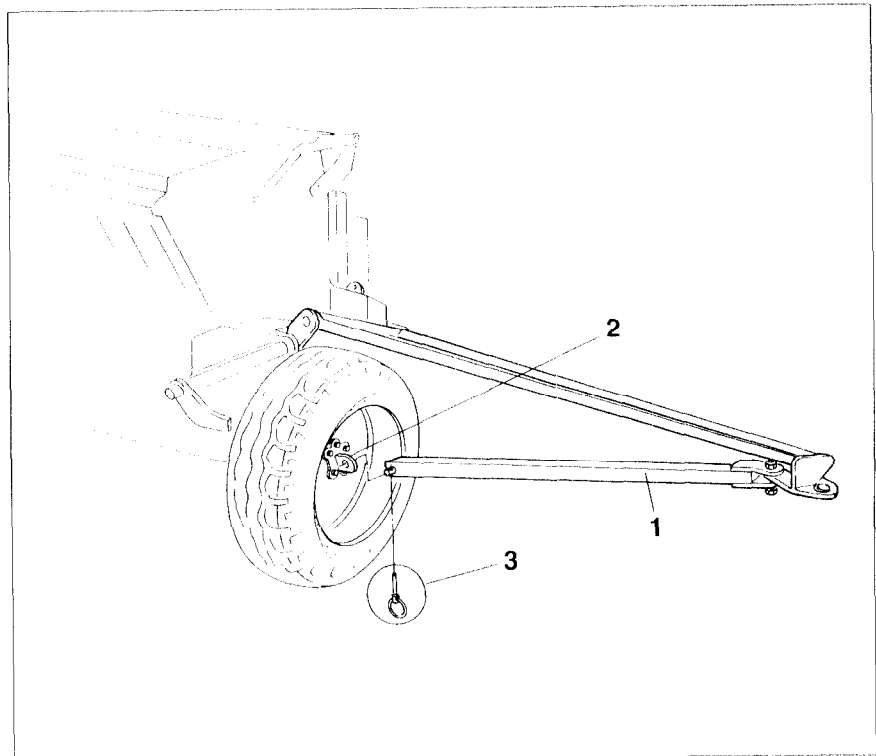

Fig. 20.8
- Stützstrebe (Fig. 20.8/1) in eine Halterung (Fig. 20.8/2) am Sämaschinenrad stecken und mit einem Klappstecker (Fig. 20.8/3) sichern.